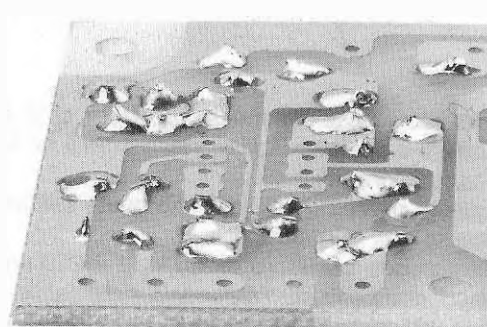

Fig.2 Utilizzando stagno 60/40 per, saldatori a temperatura controllata e seguendo i consigli riportati in questo articolo, otterrete sempre saldature perfette.
- Una saldatura perfetta si riconosce subito, perchè lo strato di stagno depositato risulta **lucido** e di colore **argento** (vedi fig.2).